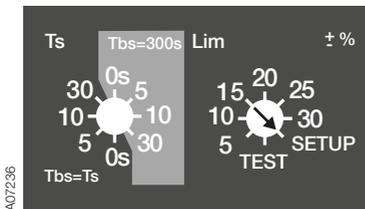

Abb. 6.8 *Einstellung des SETUP-Modus mit dem Lim-Drehschalter in den automatischen Kontrolleinheiten OMD200 und OMD300*
2. Die Wahl des SETUP-Modus erfolgt mit Lim-Drehschalter, wie in Abbildung 6.8 gezeigt.